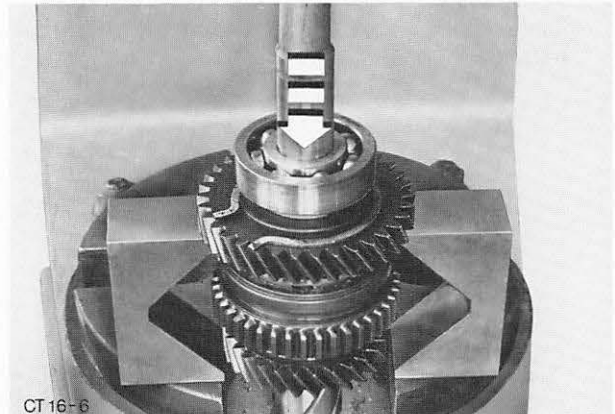

Abb. 94 Kugellager – Hauptwelle abpressen
22. Kugellager – Hauptwelle entsichern und komplett mit Zahnrad 1. Gang von der Hauptwelle abpressen. Abb. 94. Lager, Ölschöpfscheibe und Sicherungsring – Getriebeverlängerung entnehmen.